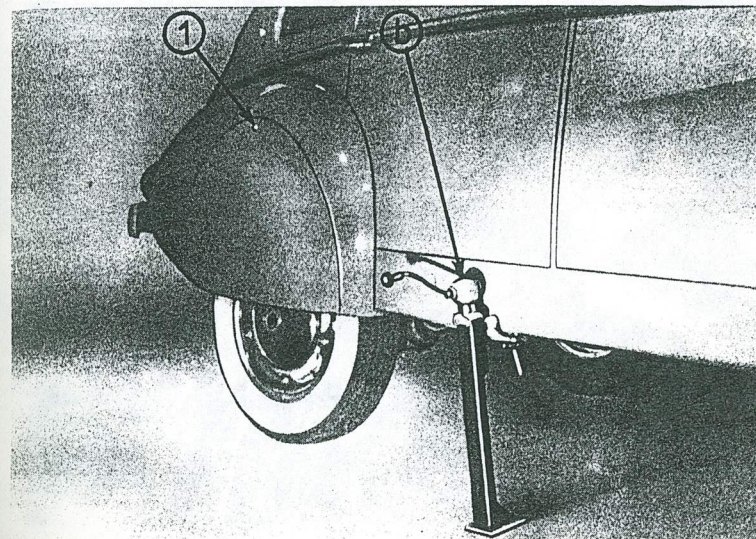

Fig. 13
démonter le flasque d'aile. La manivelle comporte à l'une de ses extrémités un tournevis à l'aide duquel on tournera la vis (1) située en haut du flasque d'un quart de tour en sens inverse des aiguilles d'une montre (fig. 13). Le haut du flasque se trouve ainsi libéré et on peut l'amener vers soi. Le flasque comporte à l'arrière un ergot et à l'avant une lyre emboîtant un axe solidaire de l'aile.